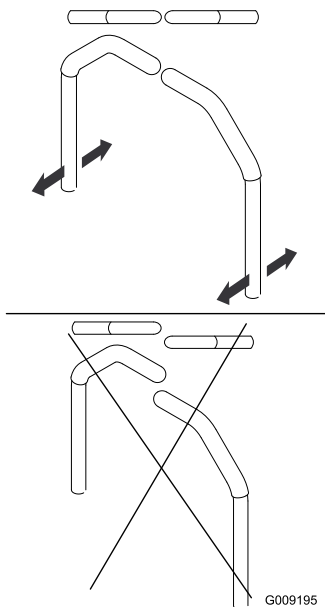

Figura 82
4. Alinee las palancas en el sentido adelante/atrás acercándolas a la posición de PUNTO MUERTO, y moviéndolas hasta que estén alineadas; luego apriete los pernos (Figura 82).